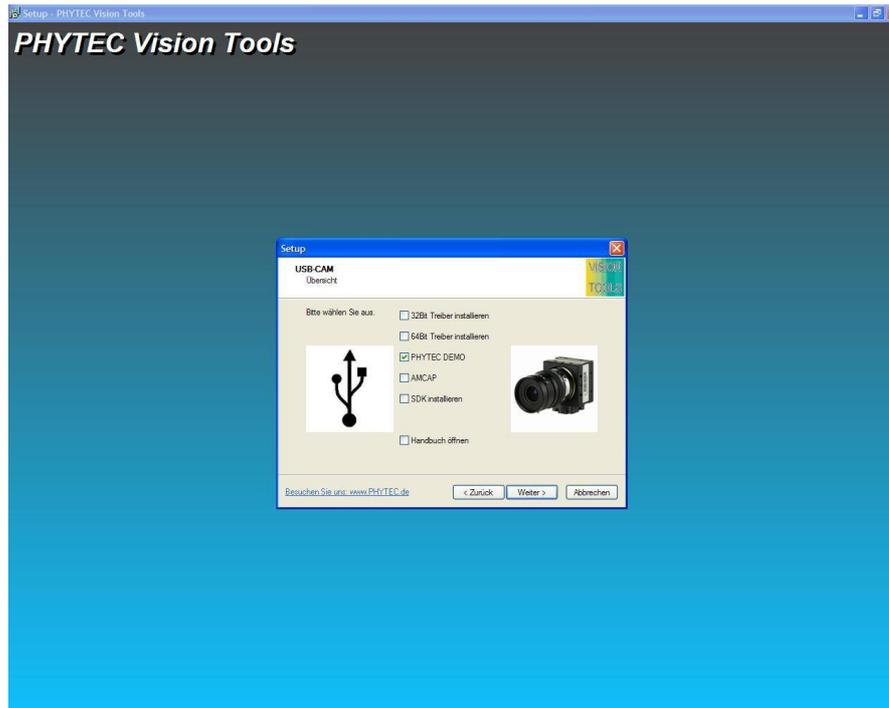

Bild 17: Installationsmenu für die USB-Kameras
- Klicken Sie auf *USB-CAM*. Sie befinden sich nun im Installationsmenü für die PHYTEC USB-Kameras. Selektieren Sie den Punkt *PHYTEC DEMO* (Bild 17) und klicken Sie auf *Weiter*.